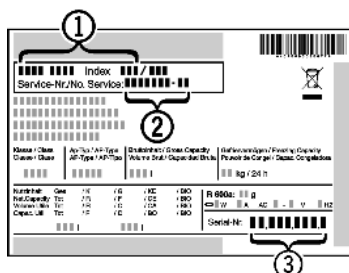

Fig. 21
▶ Apparaataanduiding Fig. 21 (1), service-nr. Fig. 21 (2) en serie-nr. Fig. 21 (3) van het typeplaatje aflezen. Het typeplaatje bevindt zich aan de linkerkant binnen in het apparaat.
▶ Contact opnemen met de Technische Dienst en het probleem, apparaataanduiding Fig. 21 (1), service-nr. Fig. 21 (2) en serie-nr. Fig. 21 (3) mededelen.